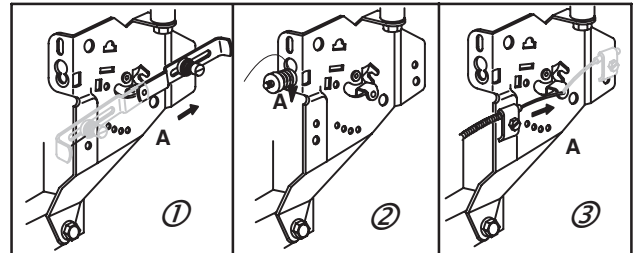

Fig. 71
Régler comme indiqué (A) pour augmenter la vitesse. Manuelle à friction (1), réglable fixe (2), commande à distance (3), Fig. 71.